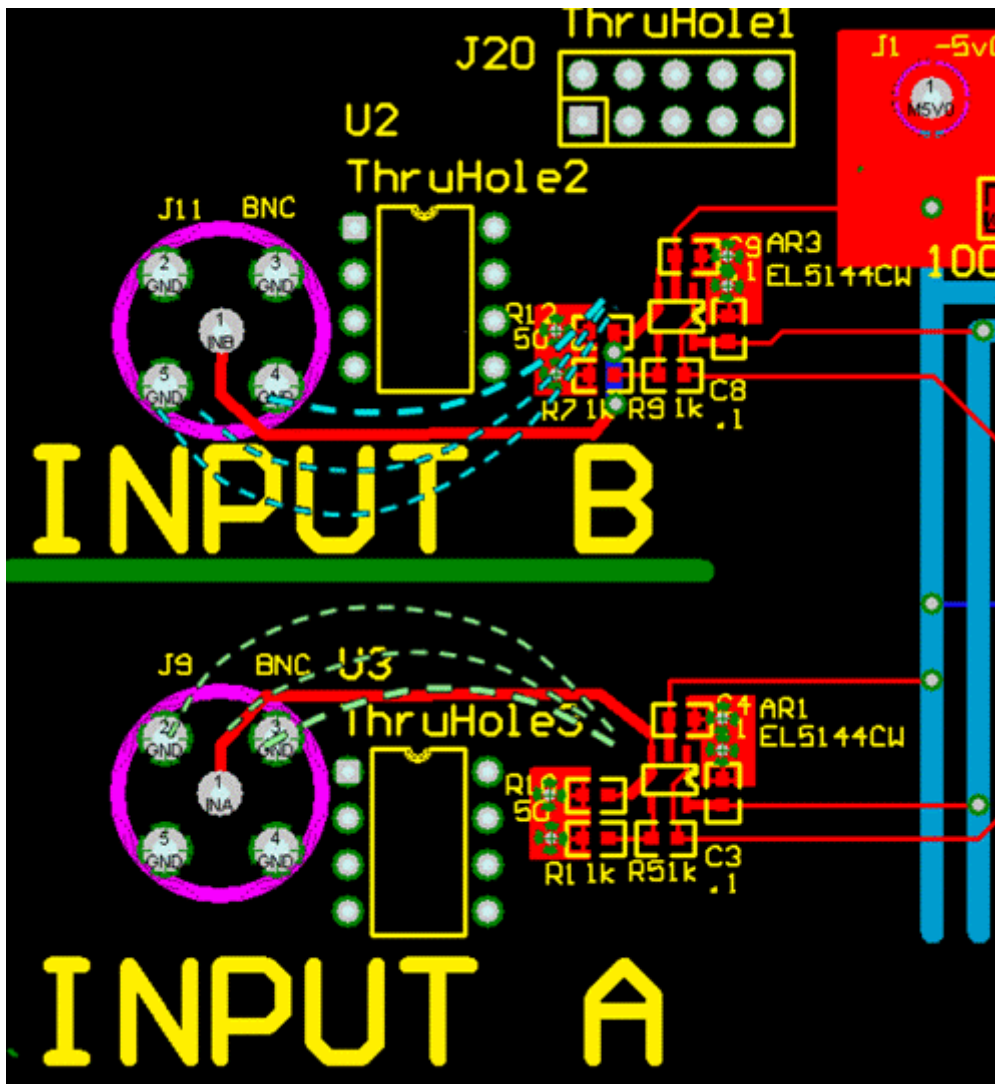

图2：视频混合电路板利用分开的接地层来把串扰最小化。
**Dave:** 是的。串扰比你想像的要多。表面安装的元件对解决这个问题有很大帮助，因为它们具有更少的通孔，但是，把接地层分开是明智且容易的事情，并且不论你是否拥有大量的过孔它均能消除这个问题。如图 2 所示。